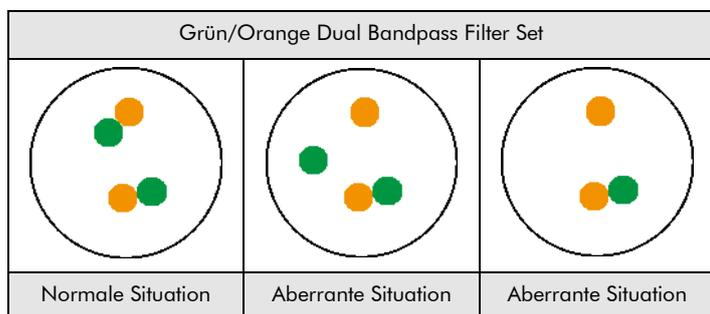

Abb. 2: Zu erwartende Ergebnisse in normalen und aberranten Zellkernen
**Normale Situation:** In Interphasen von normalen Zellen oder Zellen ohne eine Translokation der NTRK3-Genregion erscheinen zwei grün/orange Fusionsignale (siehe Abb. 2).
**Aberrante Situation:** Eine von einer Translokation betroffene NTRK3-Genregion wird durch ein separates grünes Signal und ein separates oranges Signal gekennzeichnet. Isolierte orange Signale resultieren aus Deletionen proximal zur NTRK3-Bruchpunktregion oder entstehen durch unbalancierte Translokationen dieser chromosomalen Region (siehe Abb. 2).